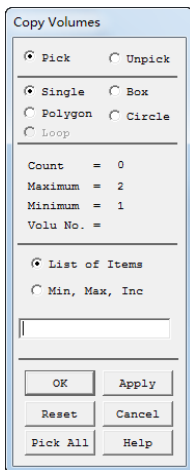

图 11-18 复制体
⑫将激活的坐标系设置为总体柱坐标系。从实用菜单中选择 Utility Menu: WorkPlane > Change Active CS to > Global Cylindrical。
⑬将滚珠沿周向方向复制。从主菜单中选择 Main Menu: Preprocessor > Modeling > Copy > Volumes。选择刚刚建立的滚珠, 如图 11-18 所示。ANSYS 会提示复制的数量和